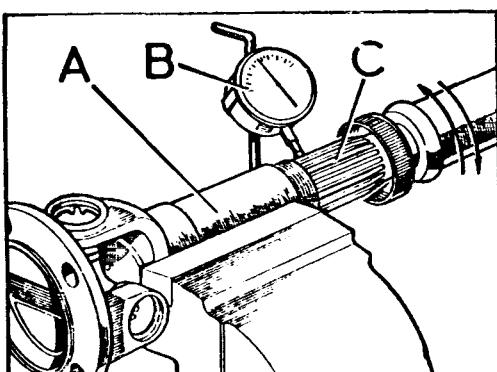

Fig. D-13 Verificación del hueco circunferencial
- 2.4. Provisionalmente, se montarán el manguito y el árbol, alineando las flechas de referencia, y se situará un micrómetro de esfera, B (Fig. D-13), sobre el diámetro externo del árbol estriado, comprobándose el desplazamiento circunferencial entre el manguito y el eje. Este desplazamiento no debe ser superior a 0,004" (0,1 mm). Caso de ser mayor, habrá que sustituir el árbol completo.